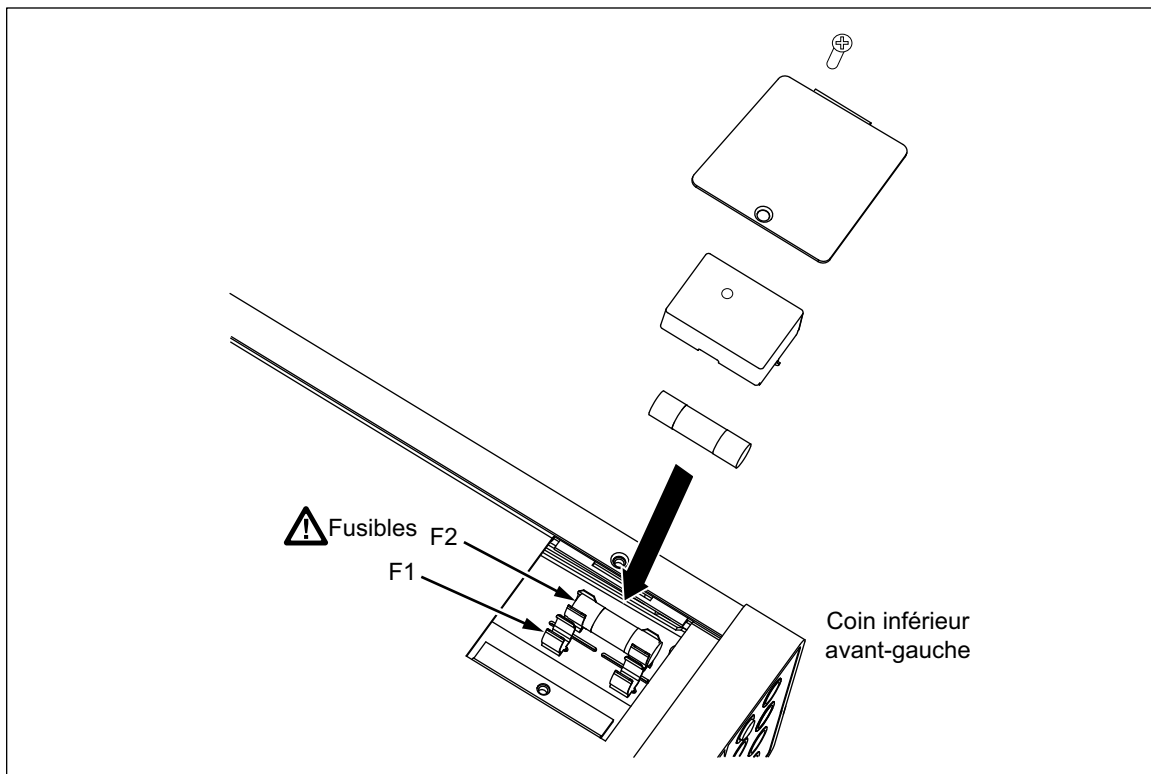

Figure 2-2. Remplacement des fusibles d'entrée de courant
3. Retirez la vis de rétention de la porte d'accès des fusibles située sous le multimètre. Reportez-vous à la figure 2-2.